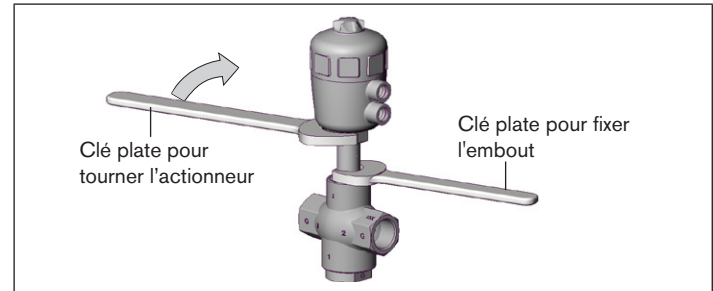

Fig. 2 : Tourner avec une clé plate
- Positionner une clé plate appropriée sur le six pans de l'actionneur (voir « Fig. 2 »).
- ▶ Tournez l'actionneur uniquement dans le sens prescrit (voir « Fig. 2 »).